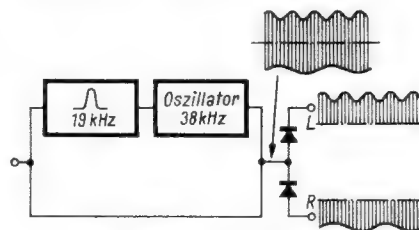

Bild 1. Die Hüllkurvendemodulation
1. Die Hüllkurvenmodulation als systematisch einfachstes Verfahren, dazu Bild 1.
Bild 1 zeigt das Blockbild. In einer Regenerierstufe wird zunächst der 38-kHz-Träger wieder hergestellt. Bei der folgenden Addition zum übrigen Signal entstehen dann die charakteristischen Hüllkurven des FM-Signals. Sie können durch eine nachfolgende Spitzengleichrichtung demoduliert werden. Die eine der Kurven, in diesem Falle die obere, enthält das Linkssignal, die andere das Rechtssignal. Durch das Hinzusetzen des Trägers werden Summen und Differenzsignal ständig in ihrer Phase so geändert, daß auf der einen Seite die Summe $S + D = 2L$, auf der anderen die Differenz $S - D = 2R$ entsteht.